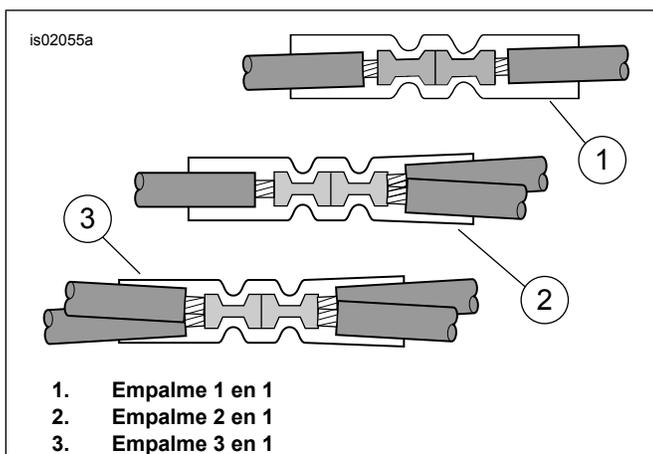
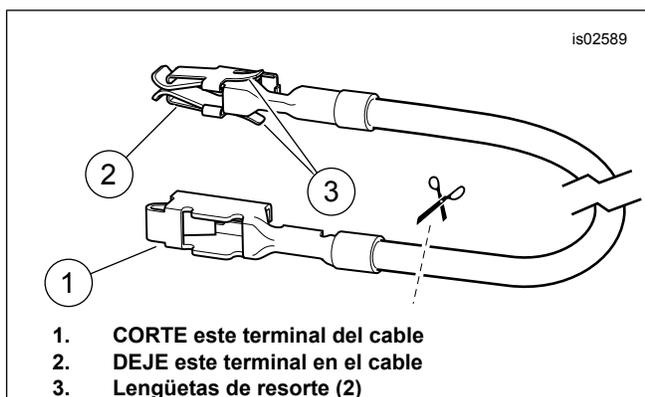
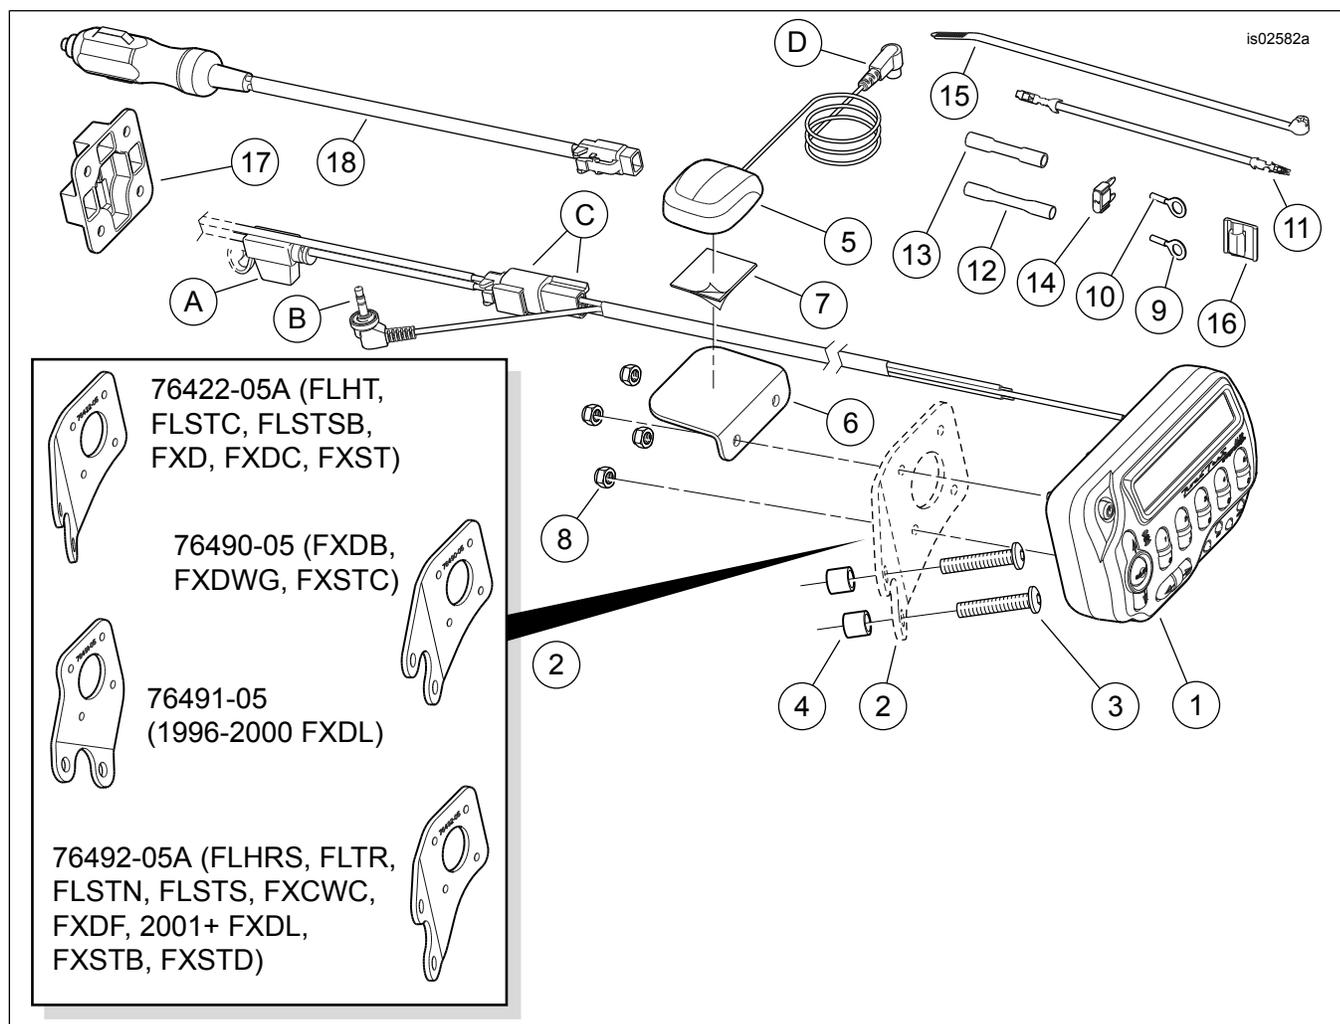

Figura 4. Configuraciones de empalmes
Figura 5. Cable adaptador del bloque de fusibles (Dyna y Softail)
Figura 12. RADIO POR SATÉLITE ROAD TECH AL20 XM
4. Vea Figura 12. Obtenga del kit el conector de empalme sellado azul (13). Vea Figura 4, la configuración de empalme 2 en 1. Empalme el cable conductor de energía del arnés de cables de la Zumo a los cables naranja/blanco del arnés principal, de acuerdo con las instrucciones en el apéndice del Manual de servicio.
3. Vea Figura 12. Obtenga del kit el cable adaptador del bloque de fusibles naranja/blanco (11). Observe el terminal en cada extremo (vea Figura 5). Solamente el terminal con las lengüetas de resorte encajará dentro de este bloque de fusibles. Cuidadosamente corte el terminal que no se esté usando del cable y deséchelo.
6. Vea Figura 12. Obtenga del kit el conector de empalme sellado azul (12). Vea Figura 4, la configuración de empalme 1 en 1. Empalme el cable conductor de energía del arnés de cables de la Zumo al cable del adaptador, de acuerdo con las instrucciones en el apéndice del Manual de servicio.
3. Vea Figura 12. Obtenga del kit el conector de empalme sellado azul (13). Vea Figura 4, la configuración de empalme 2 en 1. Empalme el cable conductor de energía del arnés de cables de la Zumo a los cables naranja/blanco, de acuerdo con las instrucciones en el apéndice del Manual de servicio.
7. Vea Figura 12. Instale un fusible de 2 A (14) del kit en la cavidad del fusible "P&A IGN" para completar el circuito.
3. Vea Figura 12. Obtenga del kit el conector de empalme sellado azul (13). Vea Figura 4, la configuración de empalme 2 en 1. Empalme el cable conductor de energía del arnés de cables de la Zumo a los cables naranja/blanco del arnés principal, de acuerdo con las instrucciones en el apéndice del Manual de servicio.
6. Vea Figura 12. Corte el exceso de longitud del cable naranja/blanco del arnés de la Zumo. Con el conector de empalme sellado azul (12) del kit, empalme ese cable en el cable del adaptador instalado en el paso 4.
7. Instale el fusible de 2 A (14) del kit en la cavidad del fusible marcada "P&A IGN", "2 A MAX", para completar el circuito.